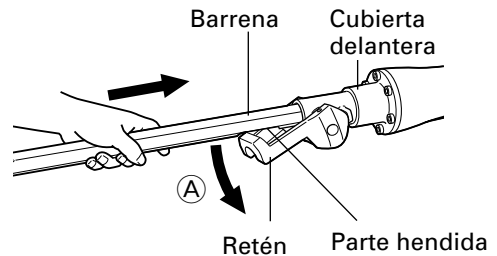

Fig. 5
- (1) Limpie, y después unte la parte del vástago del accesorio con grasa o aceite de máquina.
- (2) Mueva el retén hasta la posición de apertura (A). Alinee el vástago de forma que la parte hendida quede debajo de la abrazadera y asiente el accesorio, tal como una barreta de punta, una cortadora, etc., en el orificio hexagonal de la cubierta frontal (consulte la Fig. 5).